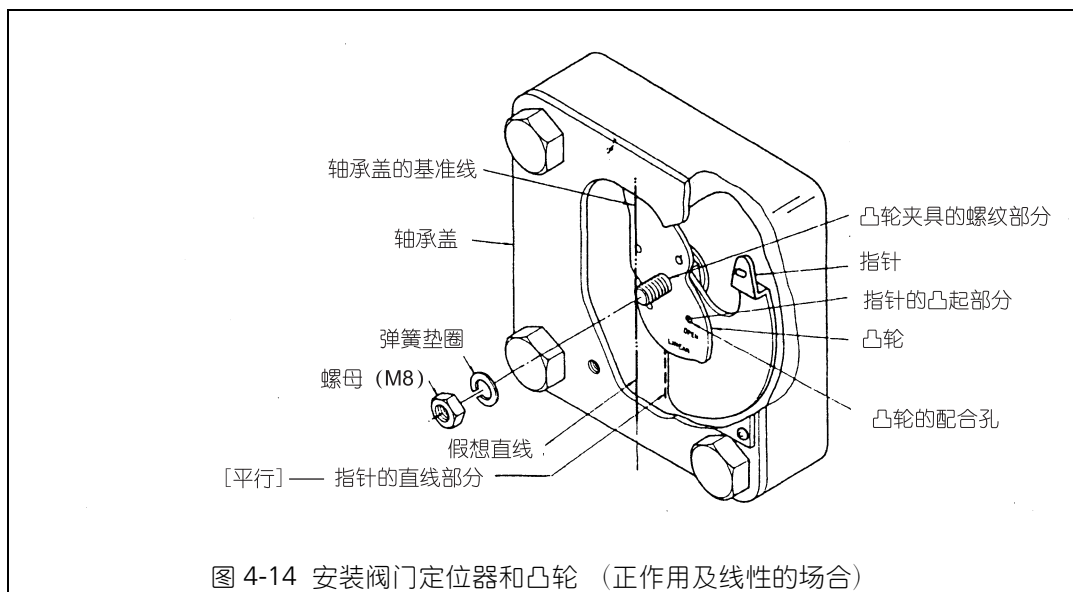

图 4-14 安装阀门定位器和凸轮（正作用及线性的场合）
d) 使指针的直线部分与轴承盖上的假想直线（基准线）尽可能地平行地将指针与凸轮夹具的锯齿啮合。然后，用弹簧垫圈和螺母（M8）将其固定。（参照图 4-14）。